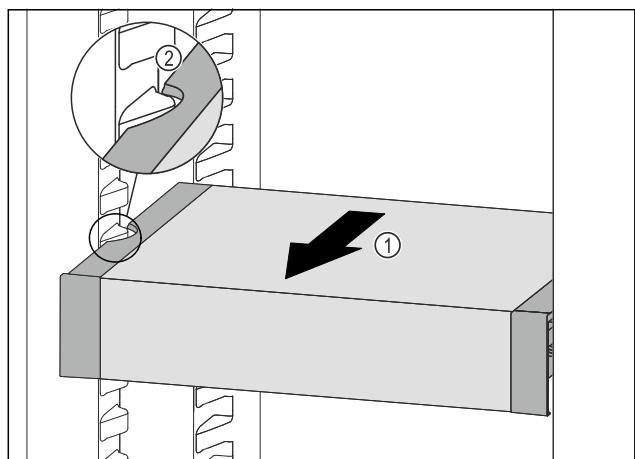

Fig. 103
- ▶ Вытягивайте VarioSafe вперед Fig. 103 (1), пока боковые выемки VarioSafe не окажутся на высоте выступа резервуара в холодильном отделении. Fig. 103 (2)